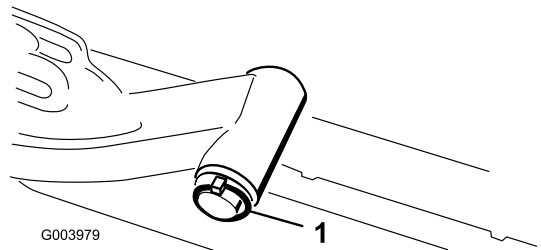

Figure 12
- A. Retirez la goupille à anneau et la rondelle qui fixent l'axe de pivot du bras de levage au bras de levage, et sortez l'axe de pivot du bras (Figure 12).
C. Insérez l'axe du bras de levage dans le bras et fixez-le à l'aide de la rondelle et de la goupille à anneau (Figure 12).